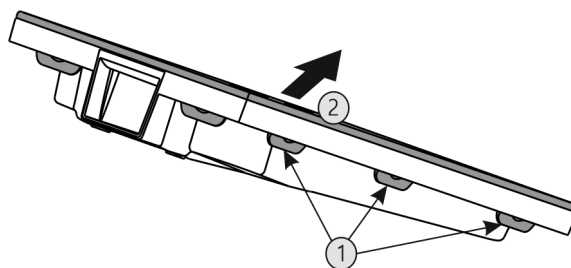

Fig. 58
- Premere una dopo l'altra tutte le linguette Fig. 58 (1) e rimuovere la copertura Fig. 58 (2).